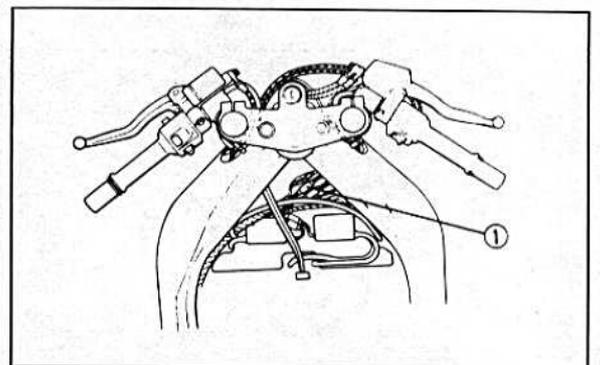

Bild 313 ▶
- Die Steckverbinder beim Lenkkopf trennen (Bild 313).